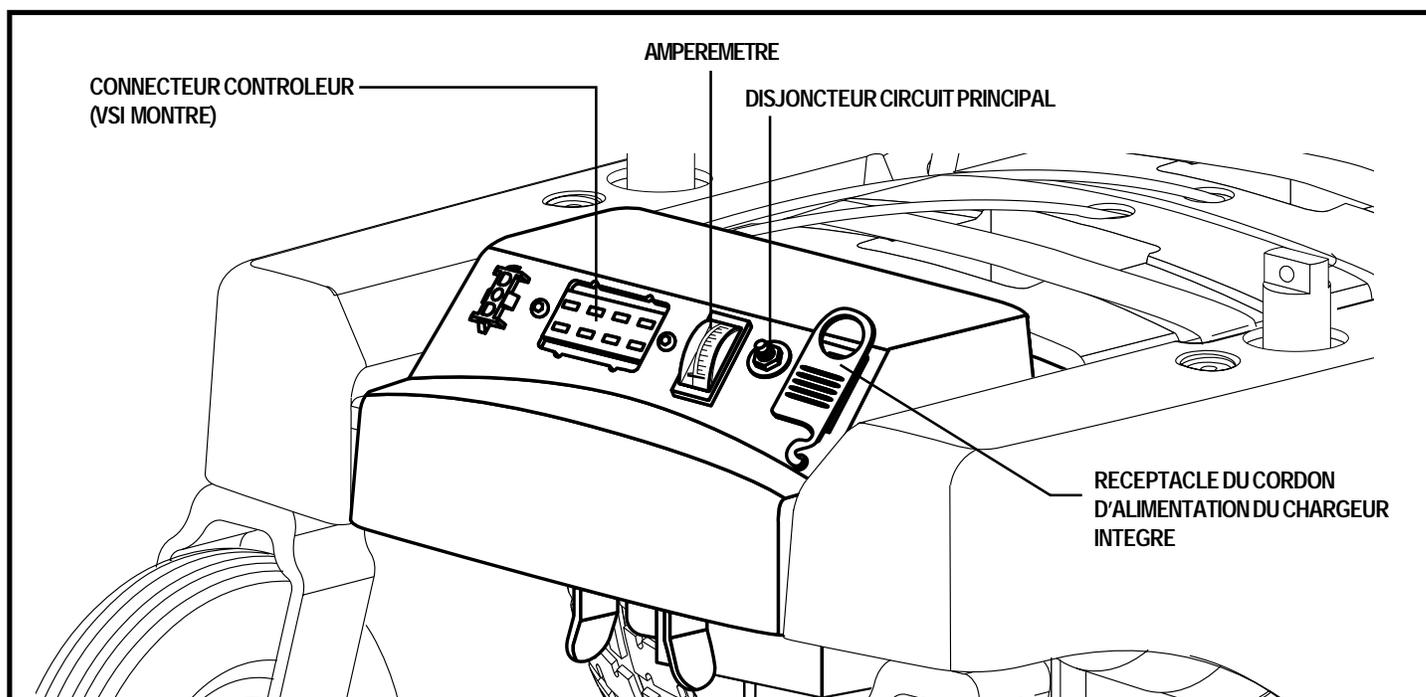

Figure 6. Vue arrière de la base motorisée - Tableau électronique
Les composantes sont le contrôleur, les batteries et les moteurs. Les batteries, les moteurs et le module d'alimentation du contrôleur (si équipé) sont situés sur la base motorisée. Le contrôleur est installé sur le module du siège. Les composantes sont reliées les unes aux autres via un ou plusieurs câbles électrique. Voir les figures 6 et 7.
1. Débranchez le câble du contrôleur de son réceptacle sur le tableau électronique. Voir la figure 6. Tirez fermement en secouant légèrement pour le dégager.